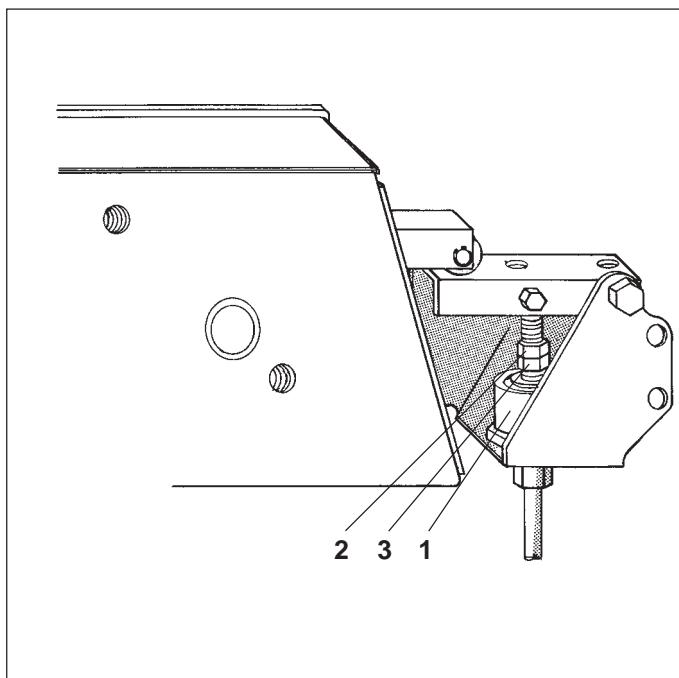

Рис. 13.10
Если гидравлический цилиндр (Рис. 13.10/1) не переключает устройство для установки технической колеи, необходимо произвести следующие установки:
- Подать в гидравлический цилиндр (Рис. 13.10/1) давление из кабины трактора.
- Отвинтить контргайку (Рис. 13.10/2).
- Поворачивать шестигранный винт (Рис. 13.10/3) против часовой стрелки столько, пока устройство для установки технической колеи не переключится с изданием специфического звука.
- Провернуть шестигранный винт (Рис. 13.10/3) на два оборота дальше и снова затянуть контргайку.